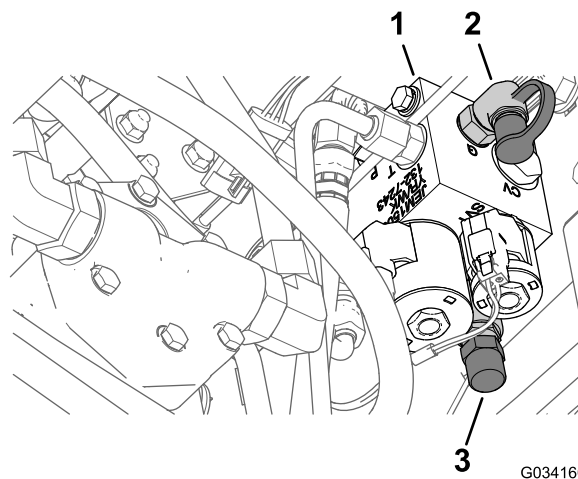

Figure 16
3. Raccordez un manomètre à la prise d'essai derrière le collecteur de relevage (Figure 16).
4. Sur l'avant du collecteur de relevage, déposez le bouchon du tiroir de transfert de poids (Figure 16).
5. Desserrez l'écrou de blocage au bas du tiroir de transfert de poids (Figure 16).